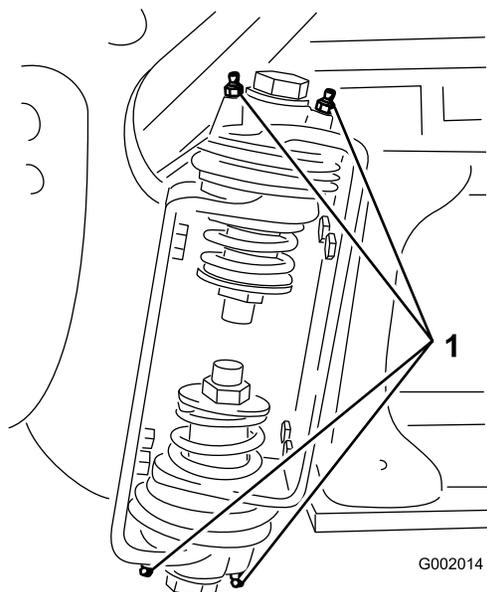

图 38
2. 将润滑脂通过黄油嘴打入到各个轴承或轴套中 (图 38)。